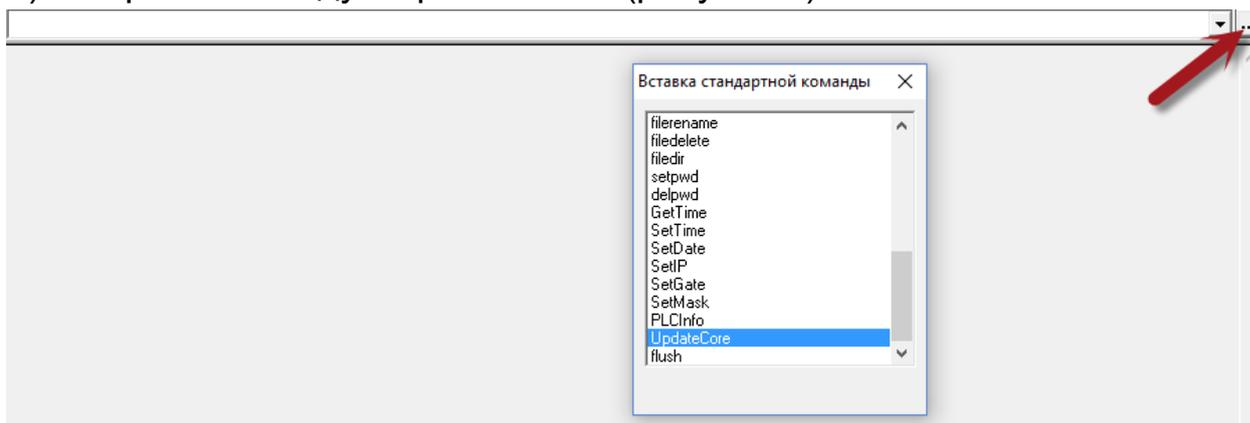

Рисунок 3. Окно стандартных команд ПЛК-Браузер.
9) Выбрать команду «UpdateCore» (рисунок 3).